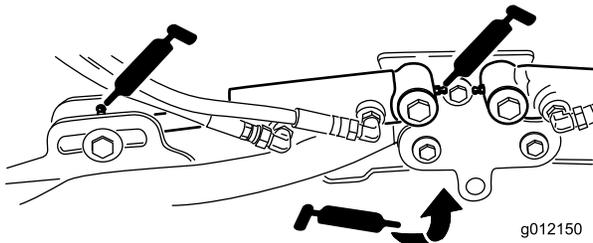

Figura 51
- Cilindros do braço de elevação da unidade de corte (2 de cada) (Figura 51)
- Articulações do braço de elevação (1 de cada) (Figura 51)